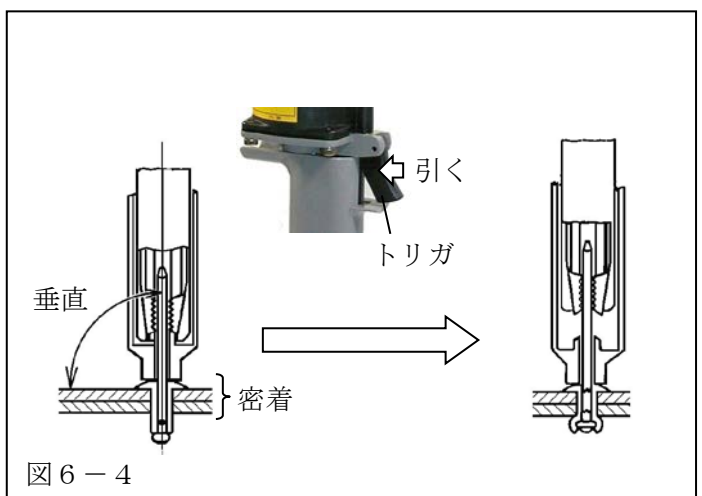

図6-4
#### (2) リベットツールを母材に対し垂直に押しあて、締結される母材同士、リベットのフランジ及びノーズピースの各々が密着した状態にて、トリガーを引いてください。マンドレルが破断し、リベットが締結されます。(図6-4)